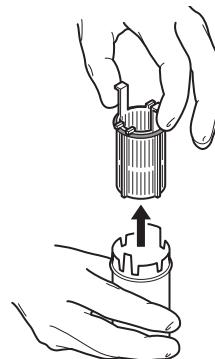

Figure 10 Retirer le filtre du collecteur
- Retirer le filtre du collecteur pour recueillir l'échantillon (Figure 10).